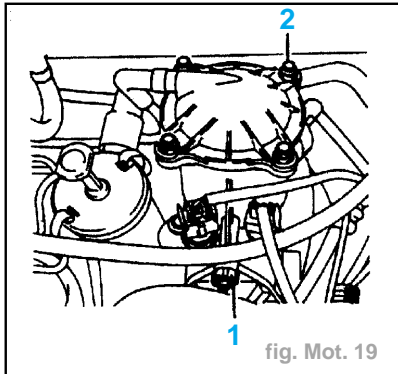

fig. Mot. 19
Impératif : Avant d'effectuer cette opération, vider le corps en ouvrant la vis de purge (1). Un tube plastique permet l'évacuation du gazole. Le non-respect de cette opération entraîne l'écoulement du gazole sur le mécanisme d'embrayage (fig. Mot. 19).